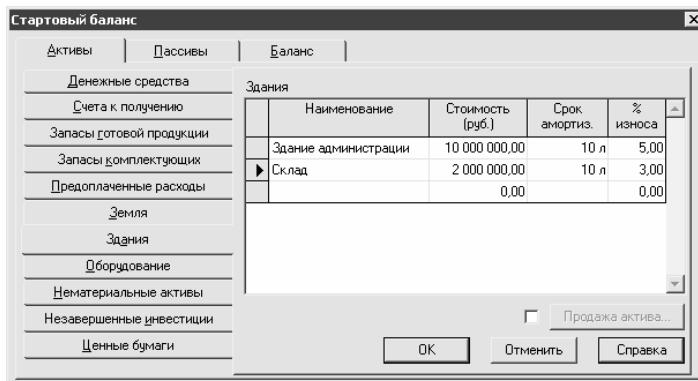

Рис. 4.25. Ввод данных о зданиях
Информация о находящихся на балансе предприятия зданиях вводится на вкладке Здания (рис. 4.25).
- Срок амортиз. – здесь указывается срок амортизации здания с момента приобретения до полного его износа. Если срок измеряется в месяцах, то это обозначается буквой м (например, 5 м), если в годах – буквой л (например, 10 л, см. рис. 4.25).